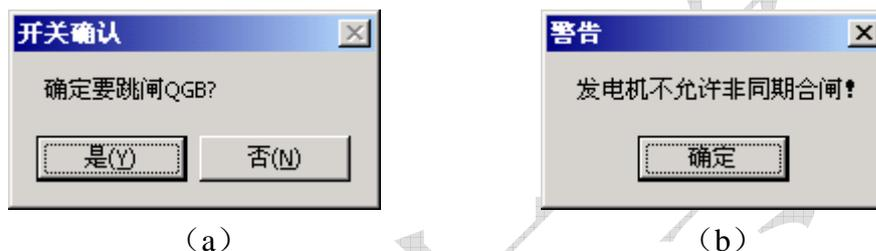

图 9 发电机跳合闸对话框
在合闸状态点击开关按钮 QGA、QGB、QGC、QGD、QGE 时会弹出对话框如图 9 (a) 所示：
与线路开关类似，选择“是 (Y)”，则进行跳闸操作。在跳闸状态点击上述按钮则会弹出对话框如图 9 (b) 所示，通过“确定”返回，这表示发电机要并入电网时必须进行同期检测即通过每台机的微机准同期控制器进行自动或手动方式同期，也可以通过同期表进行手动同期合闸操作。